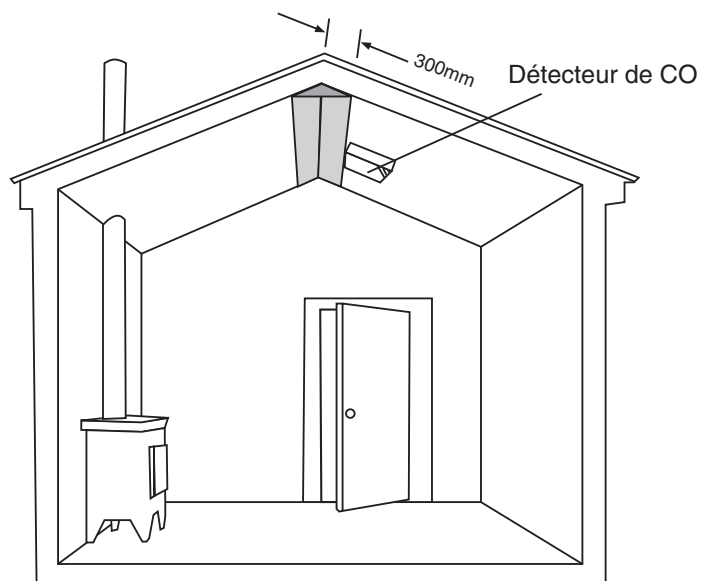

Figure 3. Emplacement dans des pièces avec des plafonds en pente, le détecteur de CO doit être positionné du côté le plus haut de la pièce.
- Dans les pièces avec des plafonds en pente, le détecteur de CO doit être positionné du côté le plus haut de la pièce (voir fig. 3).
Si le détecteur émet un signal sonore et si le témoin vert clignote simultanément chaque minute, cela signifie que les trois piles sont à plat et qu'elles doivent être remplacées. Utilisez uniquement les piles alcalines AA suivantes : Duracell MN1500, Panasonic LR6, GP 15A, Ever Ready LR6 ou Energiser E91. Ouvrez le couvercle comme illustré à la figure 3 (consultez la section 3.4 si le rivet de verrouillage est inséré). Installez des piles neuves en les orientant comme indiqué sur la base. Contrôlez le détecteur à l'aide du bouton de test pour vérifier si les piles sont correctement installées et si elles ne sont pas à plat. Réinstallez le couvercle.